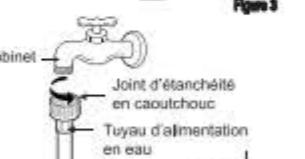

Figure 4
- Placez la laveuse dans son emplacement définitif, en prenant soin de ne pas coincer, tendre, ni écraser les conduites d'eau et d'évacuation. Placez un niveau sur le dessus de la laveuse. (Figure 4)